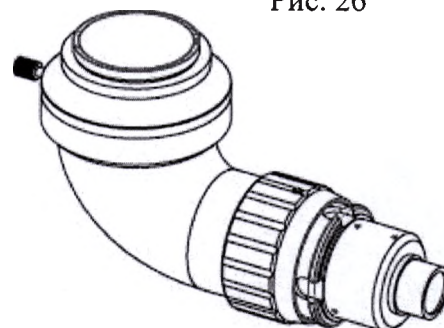

Рис. 27
13.6 Адаптер для цифровой камеры DSLR (рис. 27)